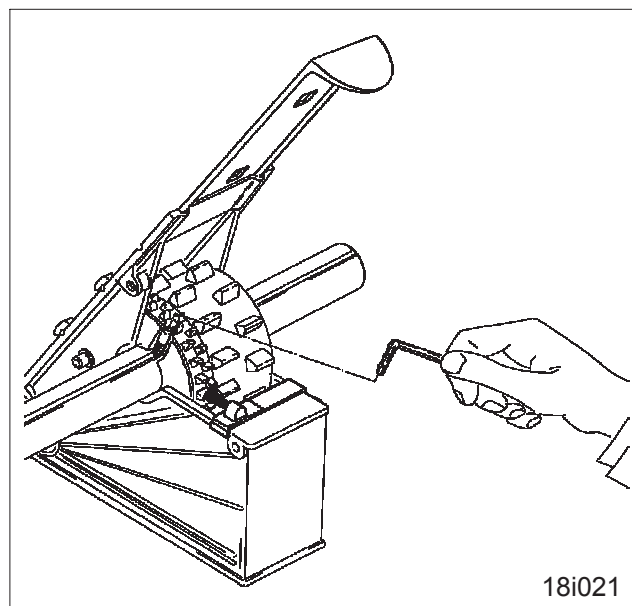

Рис. 18.26
- высевальные катушки, имеющие привод от высевающего вала (рис. 18.26), следует закрепить на валу с помощью установочных винтов, которые вставляются в мелкосемянные высевальные катушки; выверните установочные штифты на новых высевальных катушках новой технологической колеи (см. рис. 18.26) так, чтобы эти катушки можно было свободно повернуть на высевающем валу;